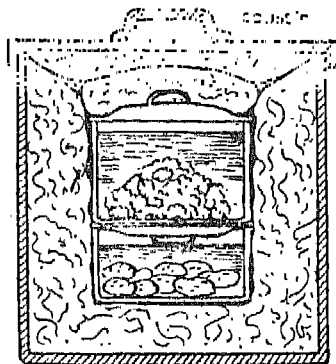

Fig. 12. — Marmite norvégienne. Elle économise le combustible pour les longues cuissons à l'eau ; pourquoi ?
**DESCRIPTION.** — C'est une caisse en bois capitonnée à l'intérieur, assez grande pour recevoir le récipient où l'on cuit la soupe familiale (fig. 12).